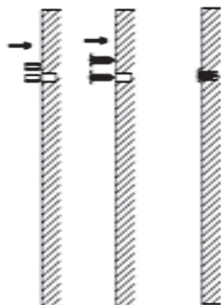

FIGURA 7
1. Perforar dos agujeros con la misma altura a 2100 mm del suelo, con una profundidad de 40 mm y espaciado de 40 mm, como se muestra en la Figura 7.